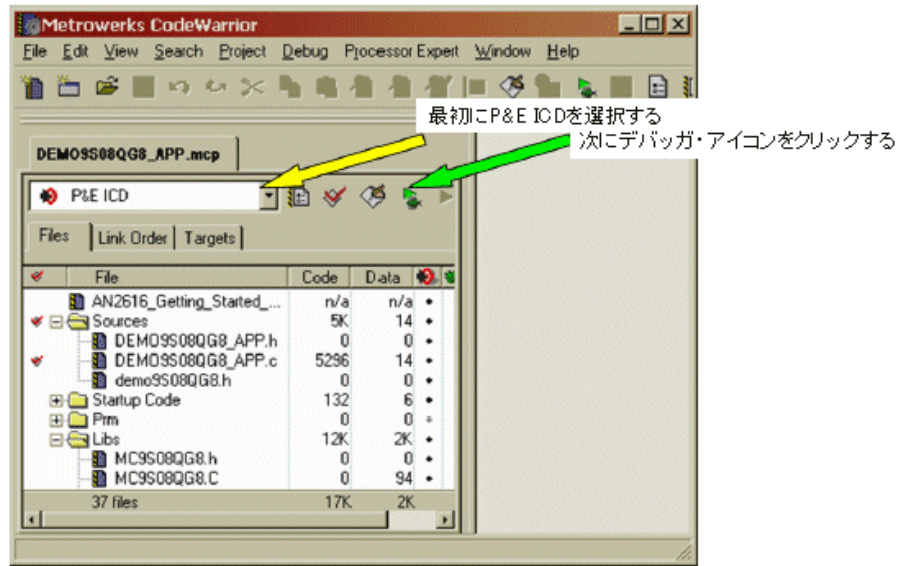

図 1. CodeWarrior のプロジェクト・ウィンドウ (手順 4)
4. P&E ICD ターゲット用にアプリケーションをコンパイルしてフラッシュにプログラミングするため、プロジェクト名の下にあるプルダウン・メニューから [P&E ICD] を選択して、デバッガ・アイコンをクリックします (図 1 参照)。デバッガ・アプリケーションが起動し、Erase and program FLASH? というメッセージが表示されますので、[Yes] をクリックします。プログラマ・ポップアップ・ウィンドウが消えたら、フラッシュのプログラミングは完了です。